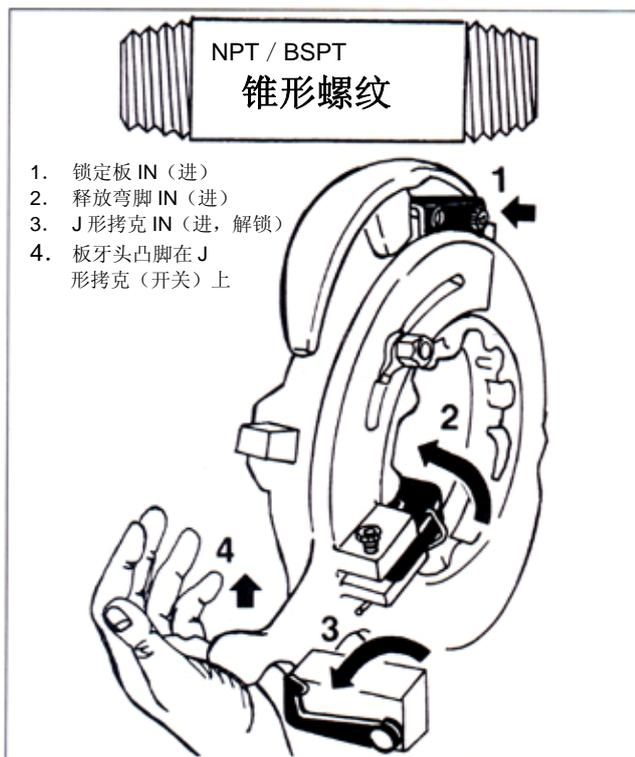

图 10—安装 No.714 以及 No.914 自开式板牙头进行 NPT 或 BSPT 套丝作业
3. 将锁定板放在 IN 的位置 (图 10 及 13)
5. J形拷克应该放在 IN 的位置 (解锁) (图 10 及 13)